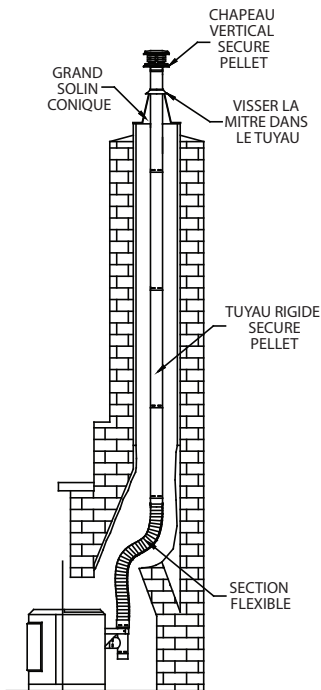
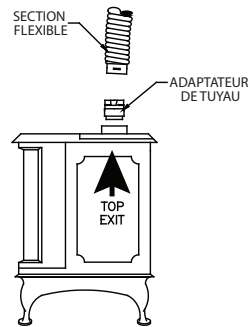

Figure 20
Figure 21
8. Pour le raccord au poêle, d'autres configurations que celle illustrée à la (Figure 20) sont possibles. Vous pourriez avoir besoin de communiquer avec le fabricant pour savoir exactement ce qu'il faut faire ou ne pas faire pour effectuer un bon raccordement. Les (Figures 21 et 22) illustrent certains arrangements courants. Vous pourriez avoir besoin d'un adaptateur de tuyau selon le diamètre de sortie du poêle ou du collet mâle.